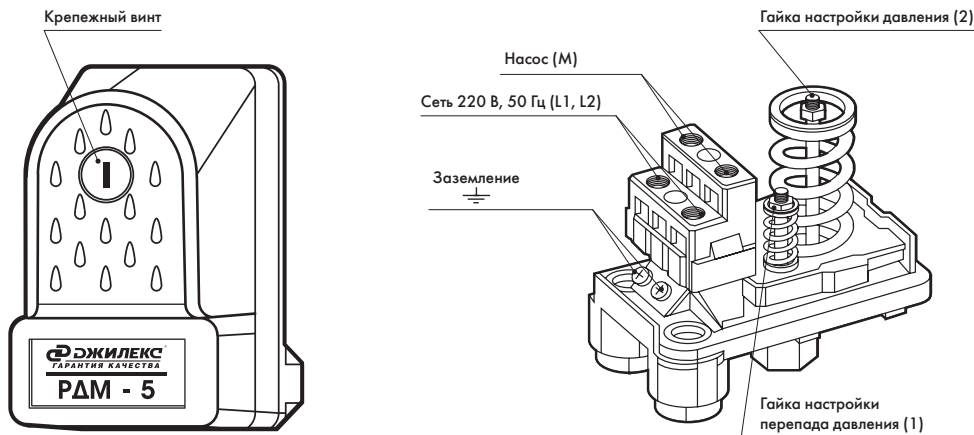

Рисунок 3
- отвинтив крепежный пластмассовый винт (рисунок 3), снять крышку реле.
Регулировка верхнего и нижнего предела давления РДМ-5 осуществляется гайкой (2), фиксирующей положение пружины (рисунок 3). Чтобы увеличить значение верхнего и нижнего предела давления, необходимо закручивать гайку по часовой стрелке.
**ВНИМАНИЕ!** При вращении гайки (2) значения верхнего и нижнего предела будет изменяться на одинаковую величину.
Гайка (1) предназначена для регулировки перепада давления путем изменения нижнего предела (рисунок 3). Чтобы уменьшить перепад давления, необходимо отвернуть гайку против часовой стрелки, тем самым ослабив пружину. Чтобы увеличить перепад давления, необходимо закручивать гайку по часовой стрелке.